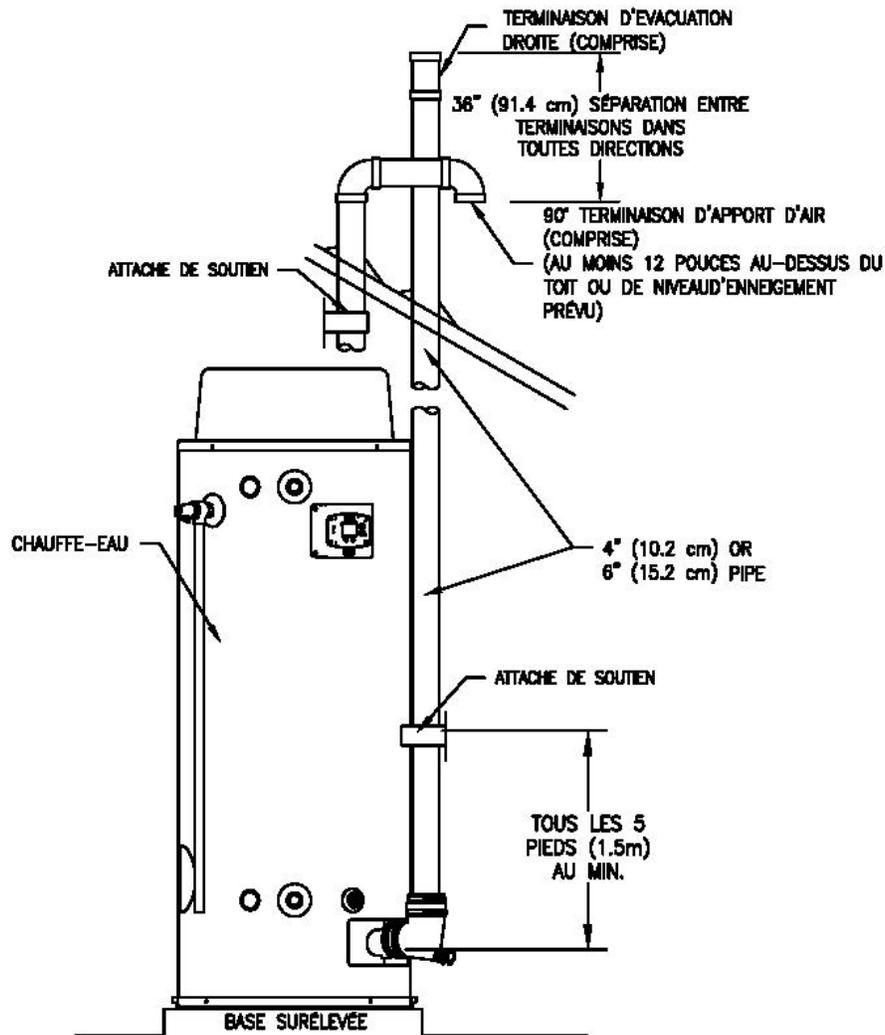

Figure 13. Système typique d'évacuation mécanique directe à la verticale
2. Installez les conduits en plastique pour l'évacuation et l'apport d'air, comme illustré à la Figure 13. Assurez-vous que l'installation est conforme aux normes locales et/ou au National Fuel Gas Code ANSI Z223.1 (dernière édition) ou au Code d'Installation CGA/CAN B149.